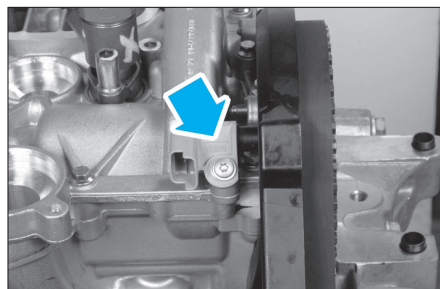

Fig. 74
- le capteur de position arbre à cames (Fig.74),